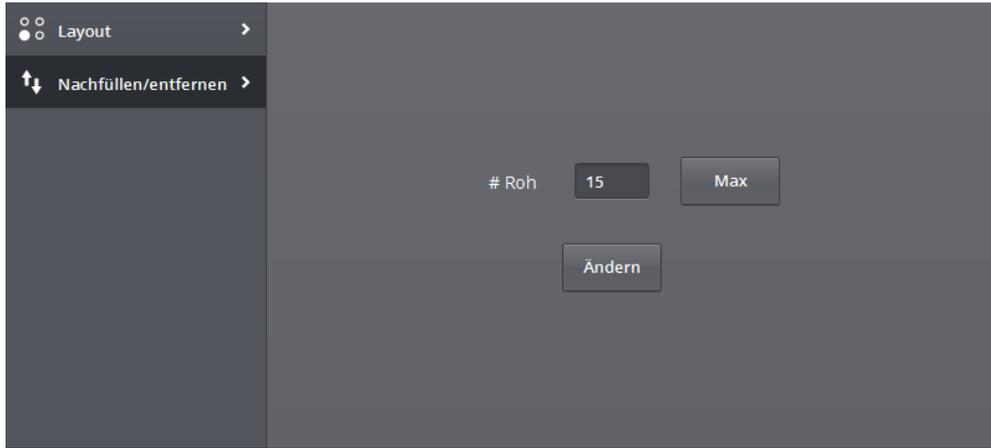
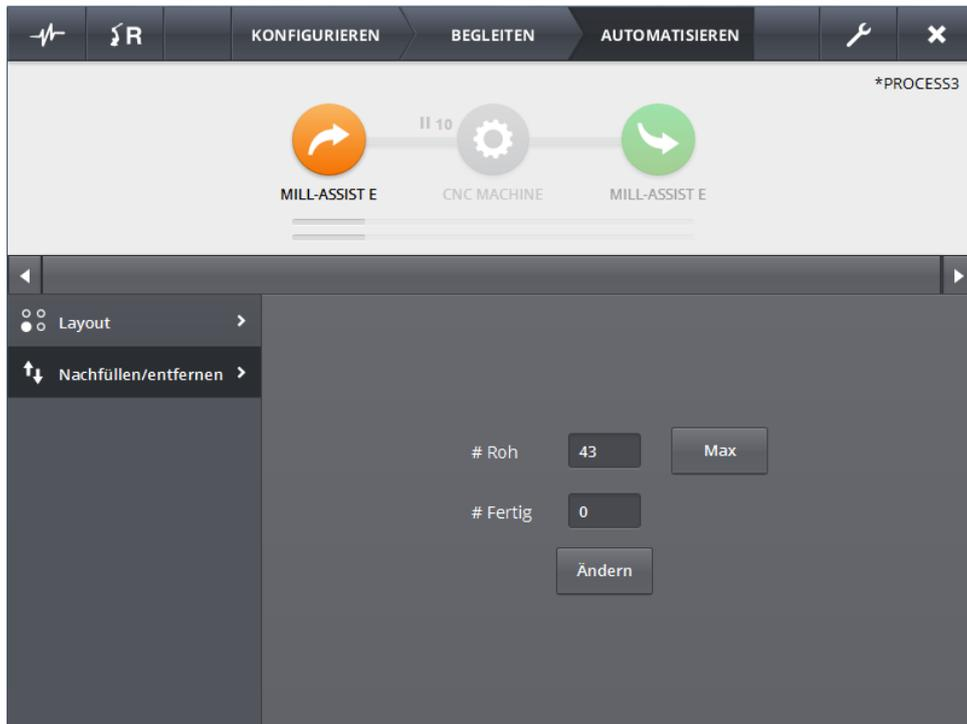
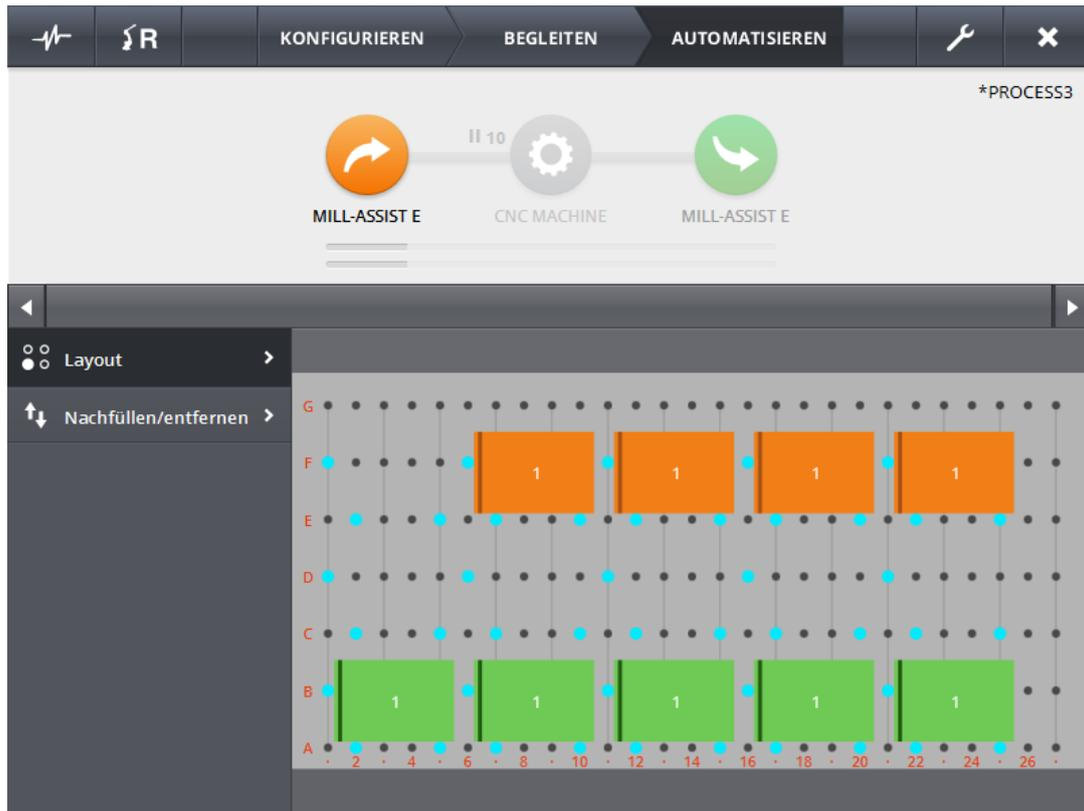

Abbildung 61 - Auffüllen/Wegnehmen
Abbildung 62 - Beispiel Auffüllen/Wegnehmen (1)
Abbildung 63 - Beispiel Auffüllen/Wegnehmen (2)
Im Fenster Auffüllen/Wegnehmen kann man für jedes Gerät sehen, wie viele Teile dort liegen. In der nachstehenden Abbildung (Abbildung 61) wird ein Beispiel angezeigt, bei dem man 15 Rohteile am Gerät platzieren kann. In diesem Fall wird das Gerät nur für die Rohteile verwendet. Wenn das Gerät auch für verarbeitete Teile genutzt wird, gibt es auch ein Eingabefeld für '# Verarbeitete'. Hinweis: Wenn die Zahl der Rohteile eingegeben wird, muss immer von oben begonnen werden. Die verarbeiteten Teile werden ab Position 1 aufgefüllt. Das ist bei Abbildung 62 - Beispiel Auffüllen/Wegnehmen (1) und Abbildung 63 - Beispiel Auffüllen/Wegnehmen (2) deutlich zu sehen.